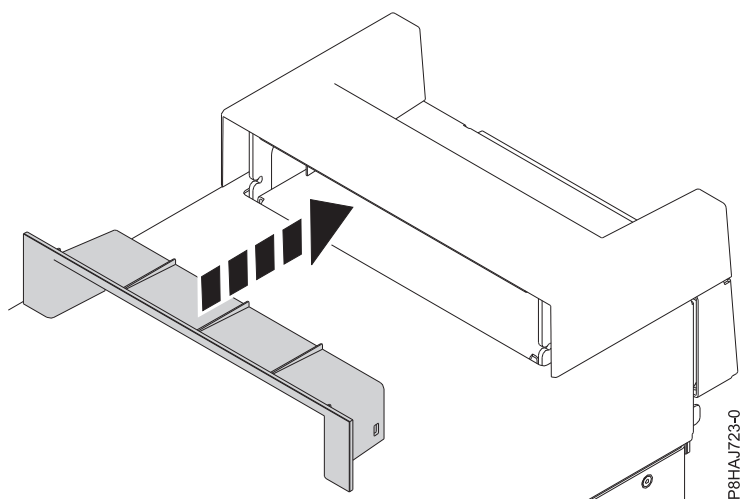

図 36. 8286-41A スタンドアロン・システムのハンドル・カバー内の断片の差し込み
2. ハンドル・カバーの断片をしっかりとハンドル・カバーに押し込んで、断片をハンドル・カバー内に差し込みます (58 ページの図 36 を参照)。